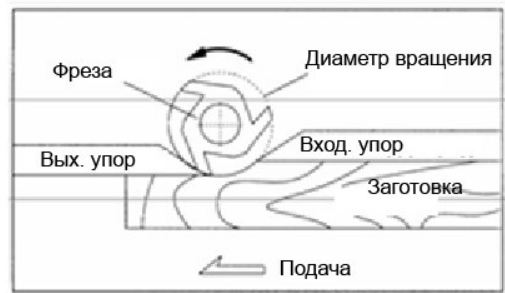

Рисунок 28
2. При фрезеровании, когда обрабатывается вся кромка, например, при фуговании или производстве полного пропила, обработанная кромка не будет опираться на упор выхода, если обе части упора находятся на одной линии, как показано на рис. 27. В этом случае заготовку следует выдвинуть, как показано на рис. 27 и упереть. Затем выходной упор следует подвинуть вперед, чтобы он касался заготовки, как на рис. 28. В этом случае выходной упор будет на одной линии с окружностью инструмента, и работу можно продолжать.